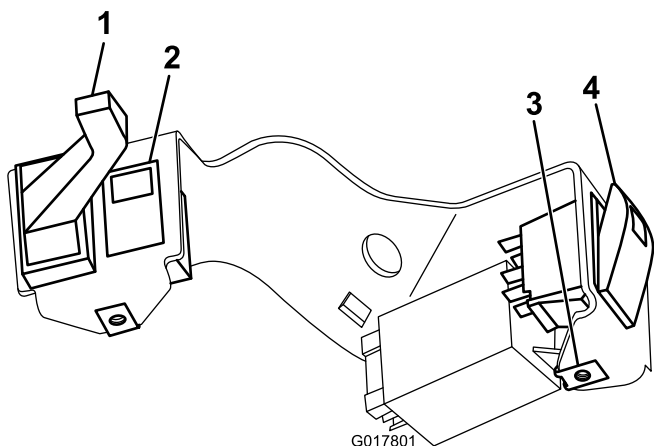

Figura 9
2. Instale el testigo de los intermitentes en el soporte de la columna (Figura 9).
3. Instale el interruptor de la palanca de los intermitentes y el interruptor de las luces de emergencia en el soporte de la columna (Figura 9).
4. Coloque las tuercas rápidas sobre el soporte de la columna (Figura 9).